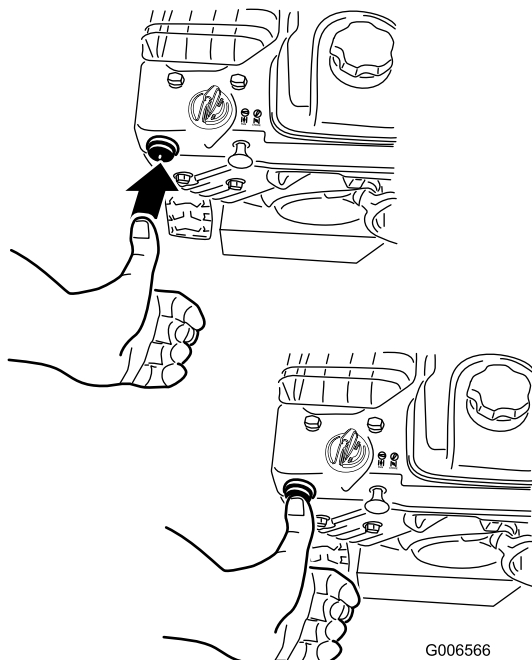

Figure 21
4. Avec le pouce, appuyez fermement sur l'amorceur à 2 reprises (à partir de -9°C) ou à 4 reprises (en dessous de -9°C), en marquant une pause d'une seconde chaque fois (Figure 21).